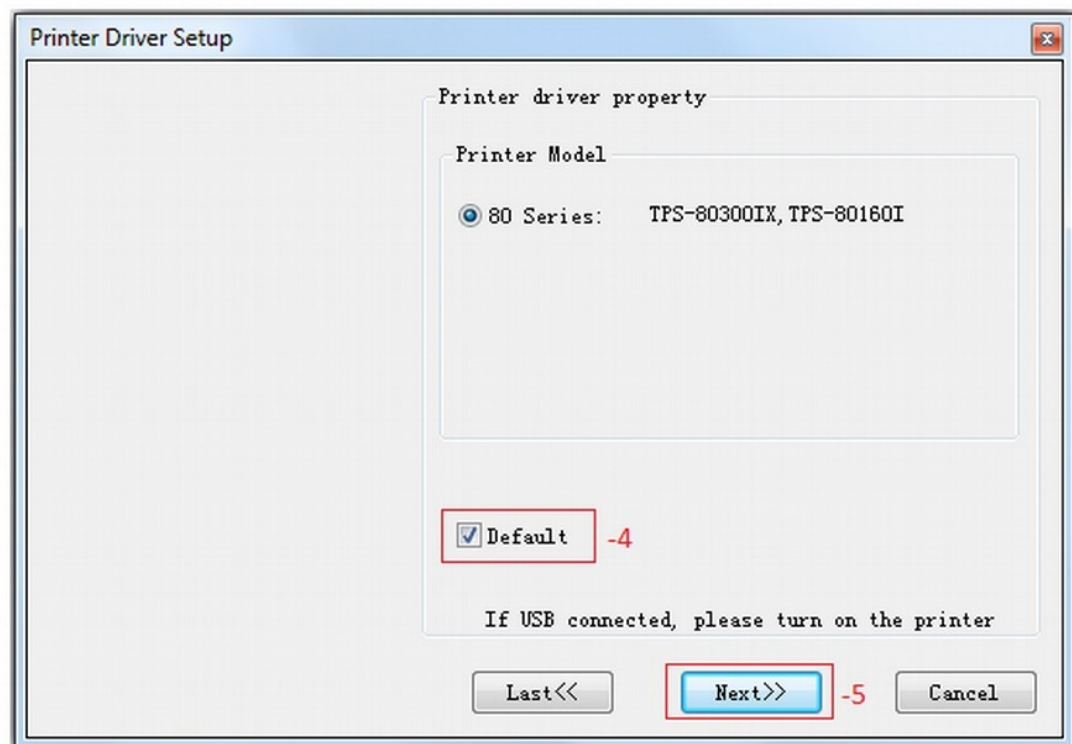

Figura 3
c) Selecione a opção “Default” e clique em “Next” e aguarde o término da instalação. (Figura 3).